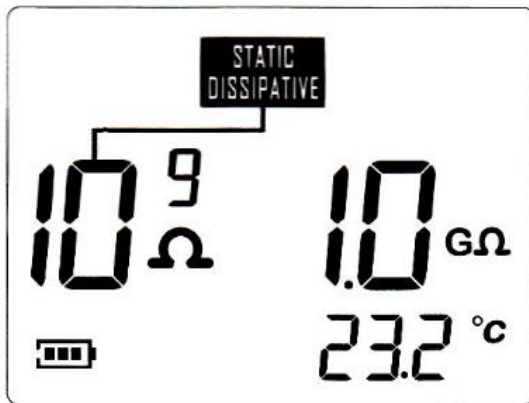

Figura 3
- c) Por ejemplo: la lectura de resistencia en la figura 3 es $10^9 \Omega$, $10^9 \Omega$, El material medido es material antiestático.